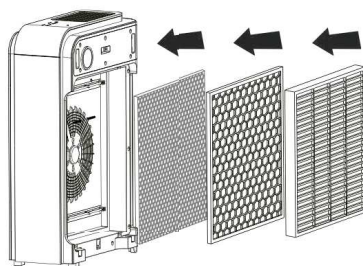

рис. 5
6. Установите внутри очистителя последовательно следующие фильтры (рис. 5):
- фотокаталитический фильтр (5) (сотовая структура)
- угольный фильтр (4) (черный)
- фильтр HEPA (3) (белый)